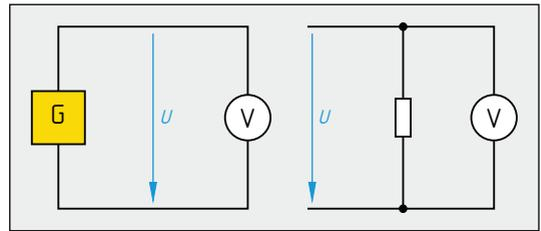
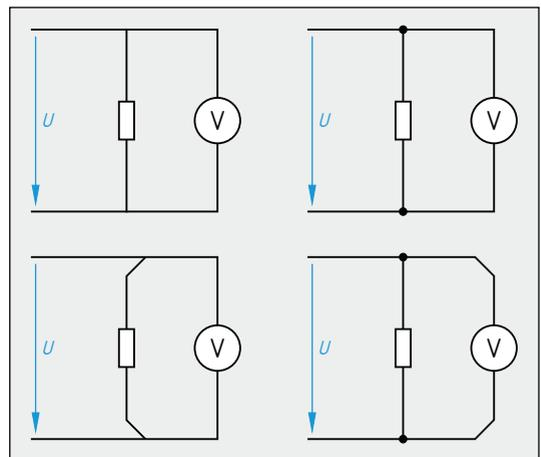

Bild 1: Messung der Spannung
Bild 3: Darstellungen von Abzweigungen nach DIN EN 61082
Die elektrische Spannung bewirkt, dass durch einen Widerstand ein elektrischer Strom fließt. Die Spannung hat das Formelzeichen  $U$  und die Einheit Volt (V), benannt nach Volta, italienischer Physiker, 1745 bis 1827. Die Spannung wird mit einem Spannungsmesser gemessen. Dieser wird zwischen die Punkte der Schaltung geschaltet, zwischen denen die zu messende Spannung liegt (**Bild 1**).
**Leiterabzweige** kommen in elektrischen Schaltplänen sehr häufig vor. In Bild 1 sind die Leiter zum Spannungsmesser von den Leitern zum Widerstand abgezweigt. Nach DIN EN 61082 können Leiterabzweige verschiedenartig gezeichnet werden, obwohl sie elektrisch das Gleiche aussagen (**Bild 3**). Im Buch werden zur Gewöhnung, wie in der beruflichen Praxis, alle Arten angewendet, vor allem die Formen mit und ohne Punkt.